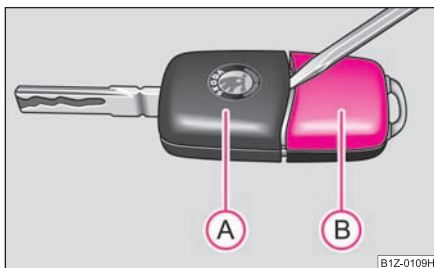

Fig. 34 Desfacerea cheii cu telecomandă
Fiecare cheie conține o baterie, care se găsește în capacul carcasei emițătorului (B) ⇒ fig. 34. Vă recomandăm să vă adresați unei unități autorizate pentru înlocuirea bateriei telecomenzii. Dacă doriți totuși să înlocuiți singur bateria, procedați în felul următor:
- Desprindeți cheia (A) ⇒ fig. 34 cu ajutorul unei șurubelnițe subțiri de carcasa (B).